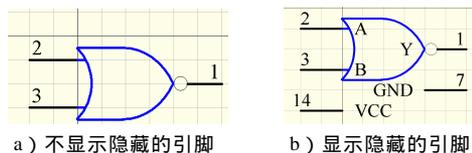

图 5-51 或非门元件图
1. 练习绘制如图 5-51 所示的或非门元件，其元件图和不显示/显示隐藏引脚的元件图分别如图 5-51a 和图 5-51b 所示。